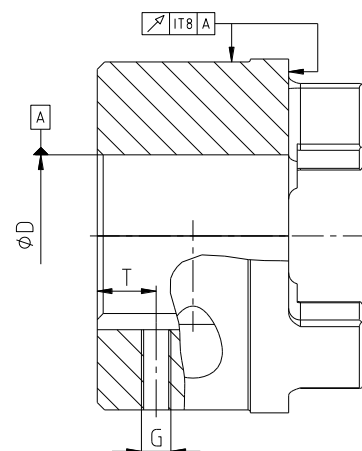

Fig. 3 : Concentricité et perpendicularité
- Si le client réalise l'alésage du moyeu, il faut qu'il respecte précisément concentricité et perpendicularité (fig. 3).